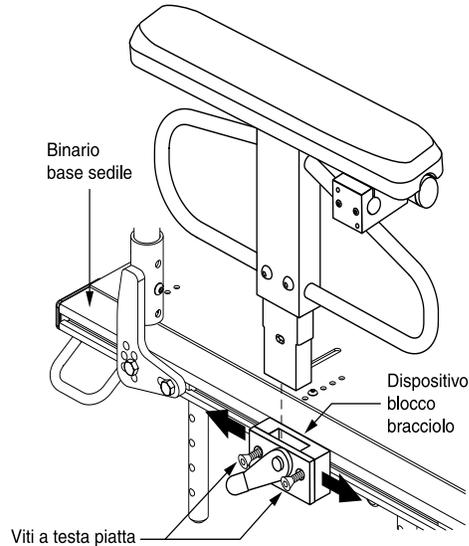

Figura 6. Regolazione posizione bracciolo
1. Introdurre il gruppo braccioli nel meccanismo di blocco. Si veda figura 6.
2. Con una chiave esagonale da 6mm, allentare le viti a testa piatta che assicurano il meccanismo di blocco braccioli al binario laterale del sedile. Si veda figura 6.